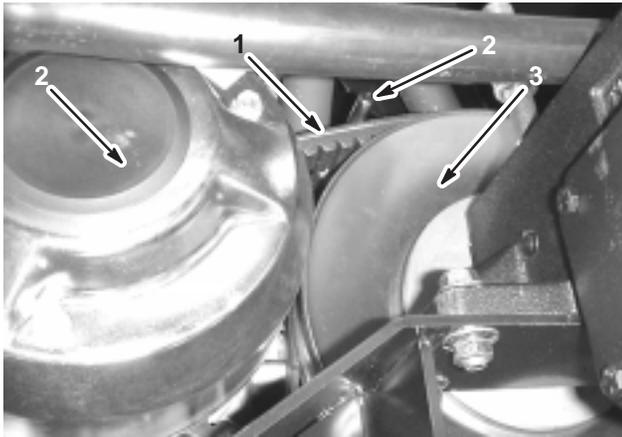

Bild 47
1. Lockern Sie die beiden Riemenführungen in der Nähe der sekundären Kupplung (Bild 47).
2. Drehen Sie den Riemen und verlegen ihn über die sekundäre Kupplung (Bild 47).
3. Entfernen Sie den Riemen von der Hauptkupplung (Bild 47).
4. Legen Sie den neuen Riemen auf die Hauptkupplung (Bild 47).
5. Drehen Sie den Riemen und verlegen ihn über die sekundäre Kupplung (Bild 47).